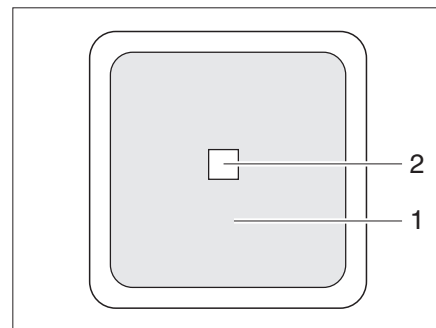

Fig. 251 Conmutador externo
- II "Remo." = El aparato se puede encender y apagar con el conmutador externo (Fig. 251,1).
El conmutador externo del convertidor (Fig. 251) se encuentra en el habitáculo del vehículo o en el garaje. El conmutador está identificado con el rótulo "Convertidor". El LED (Fig. 251,2) indica el estado de funcionamiento del convertidor.